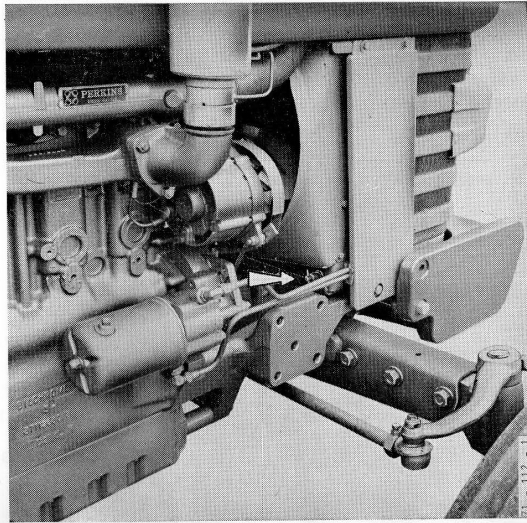

Fig. 48
- Le robinet à la base du radiateur (côté droit) (fig. 48).